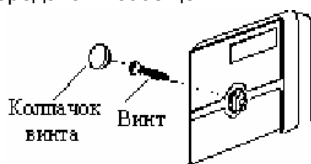

Рисунок 4. Компоновка передней крышки
- A. Удалите винт на передней крышке (см. Рисунок 4). Круглая пластмассовая заглушка поставляется в отдельном полиэтиленовом пакете.
- A. Установите крышку, чтобы отверстие было над LED индикатором. (см. Рисунок 4).